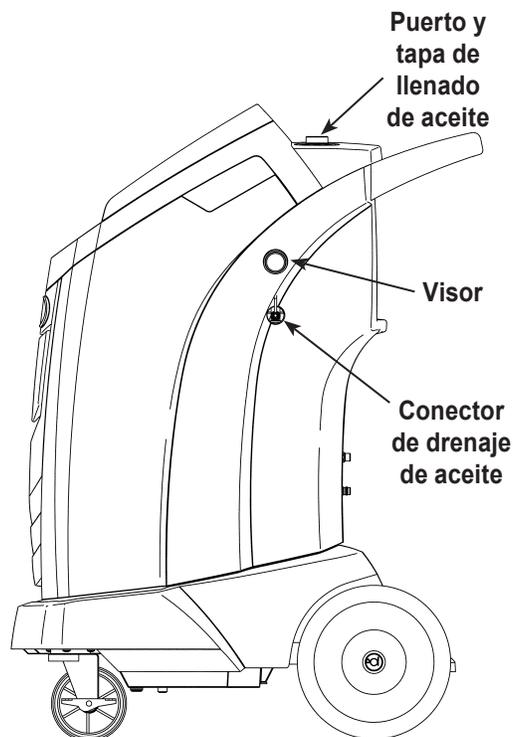

Figura 10
3. Abra lentamente la tapa de llenado de aceite para verificar que no haya presión en la máquina. Luego quite cuidadosamente la tapa. Consulte Figura 10.